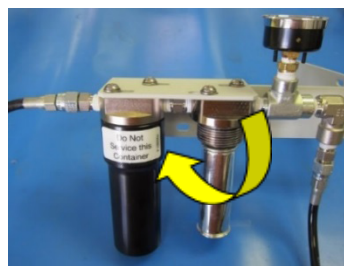

Figura 24: Remoção do cartucho de filtro dessecante
3. Retire o cartucho de filtro dessecante rodando-o no sentido contrário ao dos ponteiros do relógio, exercendo apenas força manual. Consulte a Figura 24 abaixo.